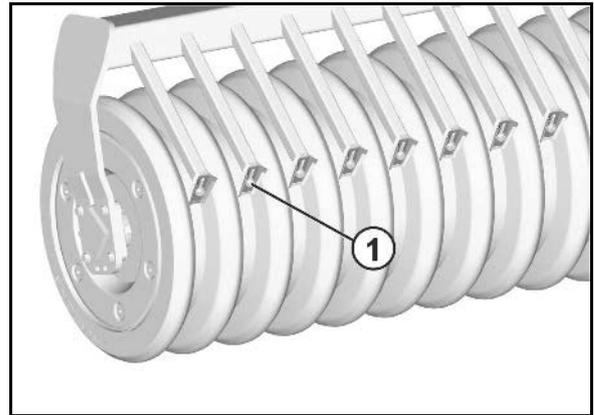

Fig. 33
1. Enlevez la goupille d'arrêt (Fig. 33/1).
2. Encliquez le levier pivotant (Fig. 33/2) conformément au sens de rotation souhaité.
3. Rallongez / raccourcissez la broche (Fig. 33/3) via le levier à main.